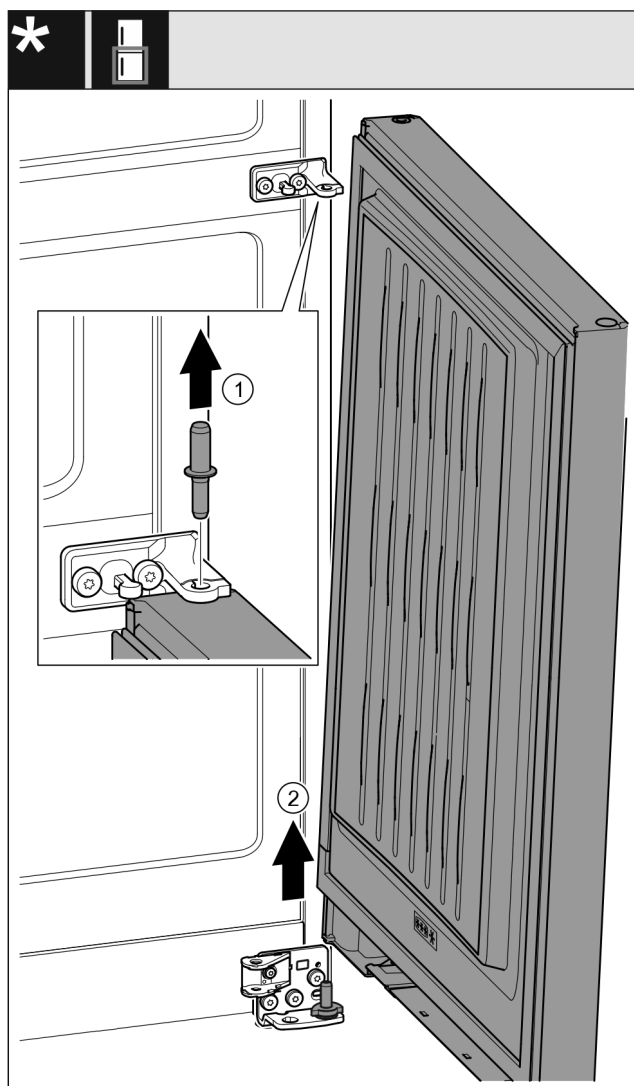

Fig. 23 *
- ▶ Bolzen nach oben herausziehen. Fig. 23 (1)*
stellen. Fig. 23 (2)*